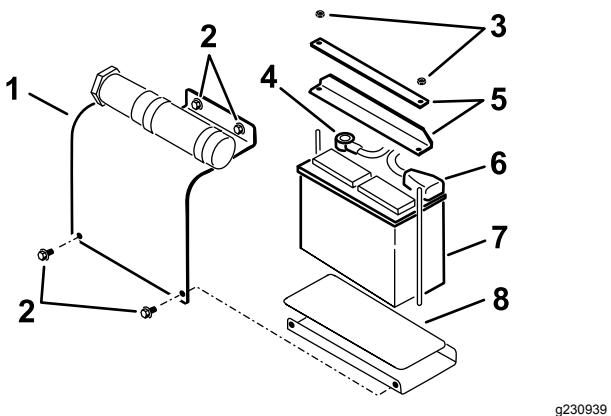

Figure 4
1. Enlevez les 4 boulons de fixation du couvercle de la batterie et retirez le couvercle (Figure 4).
2. Enlevez les écrous et les barres de fixation de la batterie (Figure 4).
5. Remettez la batterie sur la plate-forme (Figure 4).
6. Fixez la batterie au châssis à l'aide des barres et des écrous retirés précédemment (Figure 4).
7. Connectez le câble positif (rouge) à la borne positive (+) de la batterie (Figure 4). Glissez le capuchon en caoutchouc sur la borne de la batterie.
8. Connectez le câble négatif (noir) à la borne négative (-) de la batterie (Figure 4).
9. Fixez le couvercle de la batterie avec les 4 boulons retirés précédemment (Figure 4).